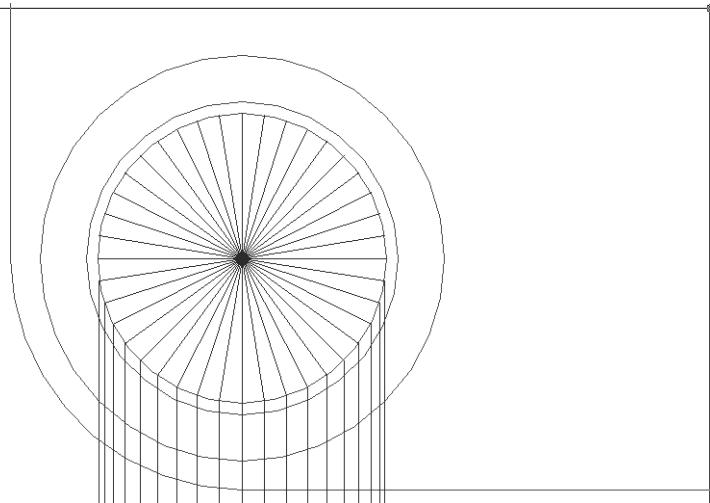

Рис. 9.10 ▼ Вертикальная линия скопирована к нижним конечным точкам линий радиального массива
10. Удалите исходную линию, поскольку она на главном виде совпадает с контуром опоры, а также линию, которая находится симметрично от нее относительно вертикальной оси окружности. Чертеж должен иметь вид, показанный на рис. 9.10.